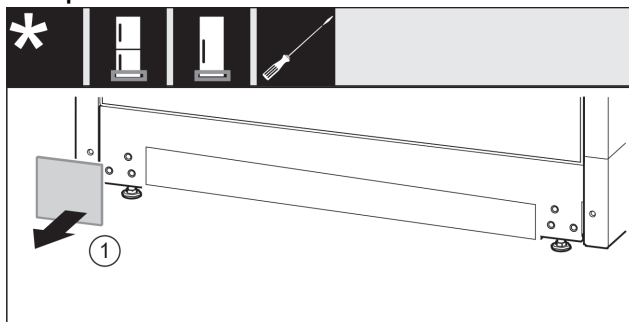

Fig. 18
- ▶ Nuimkite dengiamąją plokštelę Fig. 18 (1).